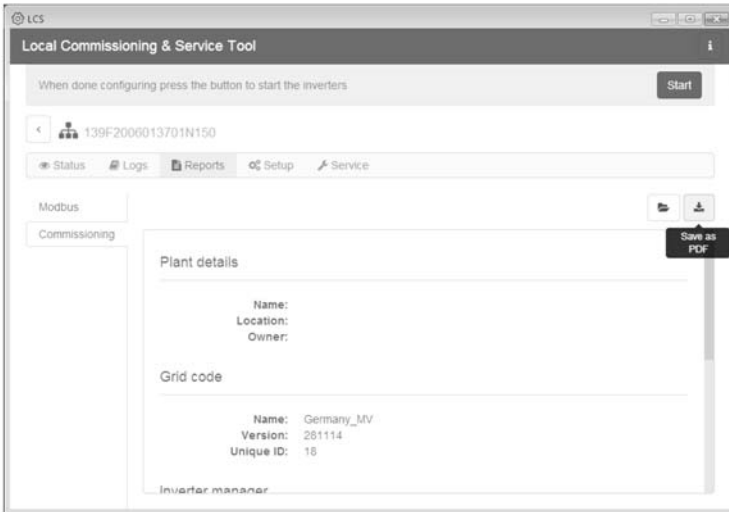

Imagen 5.9. LCS-Tool: informe de puesta en marcha
14. configuración del inversor, incluidos los valores de desconexión reales de cada inversor. Consulte la imagen 5.9.